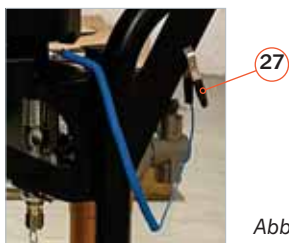

Abb.5
- 27** Erdungsanschluss (Abb. 5)